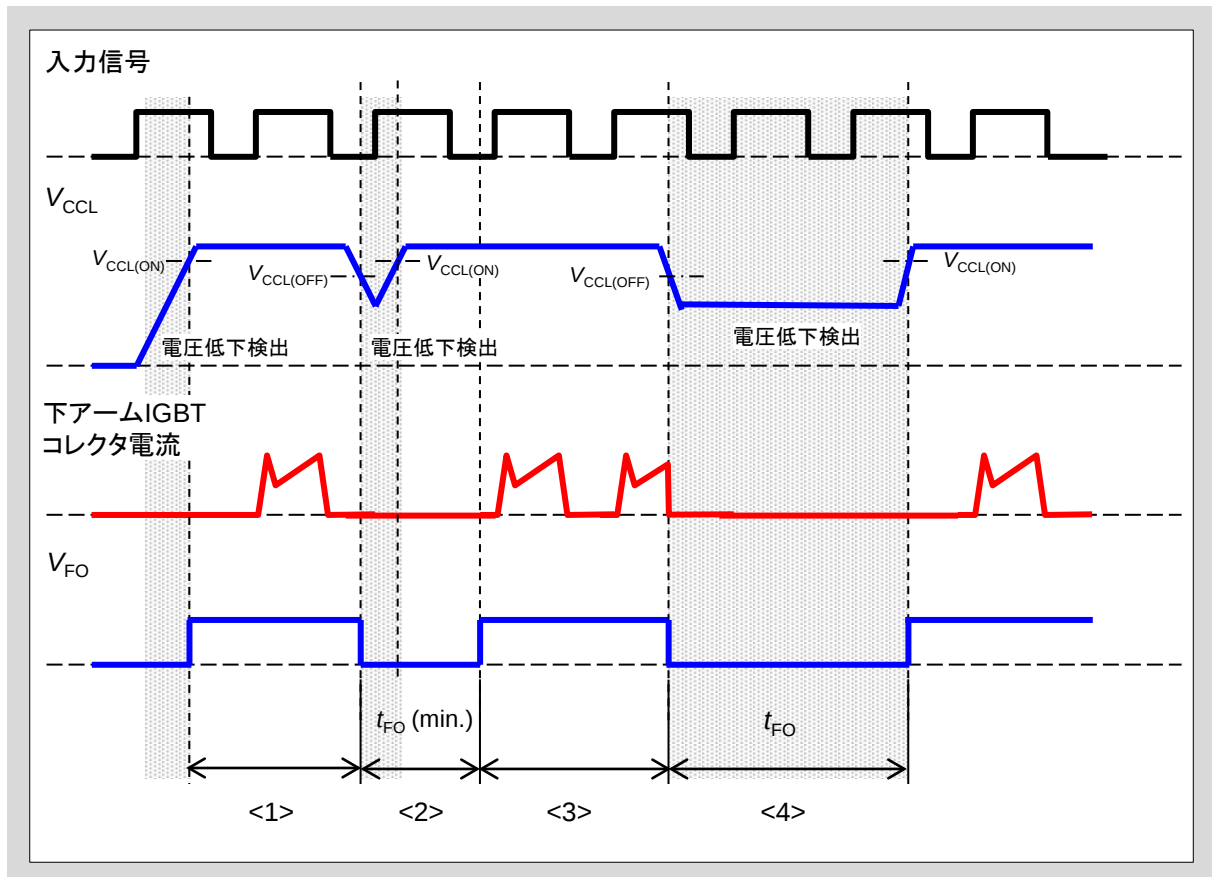
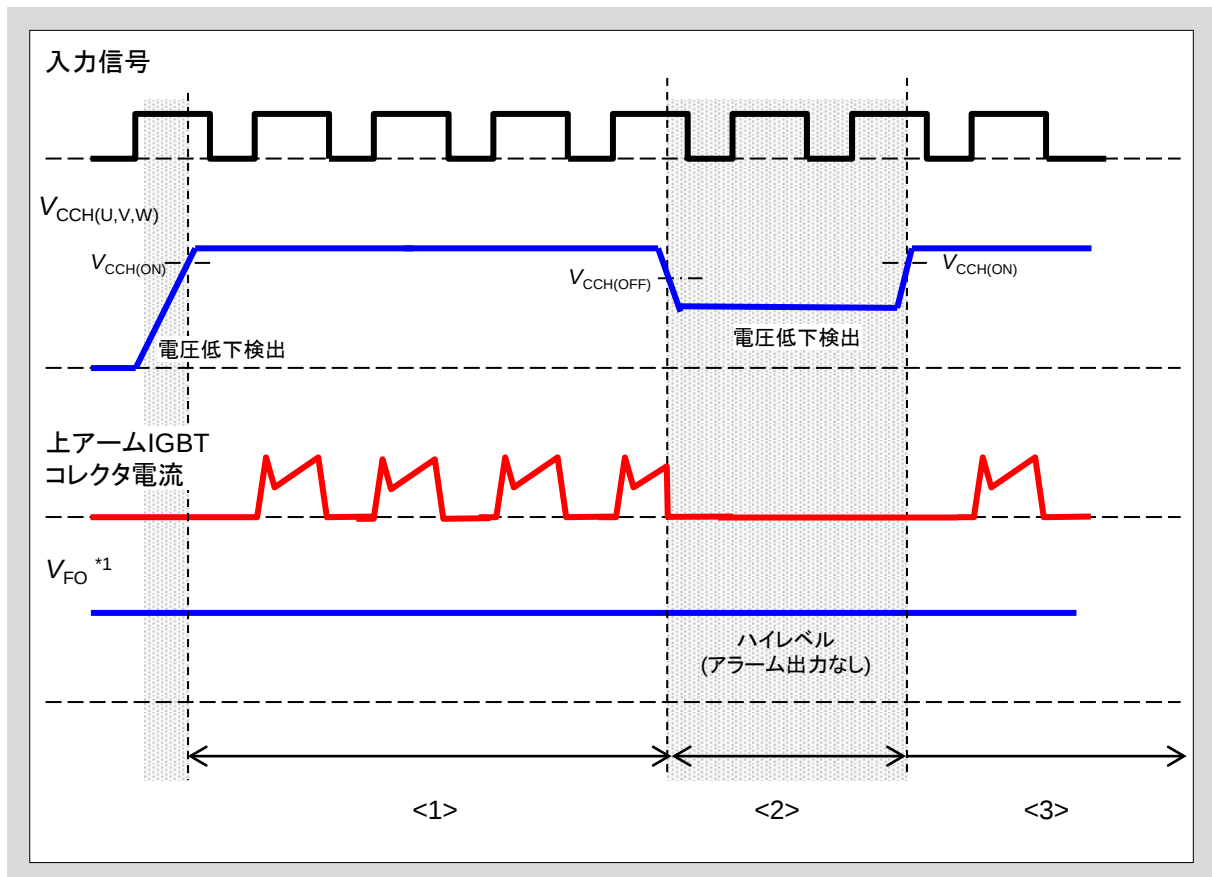

図3-2 V_{CCL} 低入力電圧保護動作シーケンス (ローサイド)
図3-3 $V_{CCH(U,V,W)}$ 低入力電圧保護動作シーケンス (ハイサイド)
- 図3-2と図3-3に $V_{CCH(U,V,W)}$ と V_{CCL} の低入力電圧(UV)保護動作のシーケンスを示します。